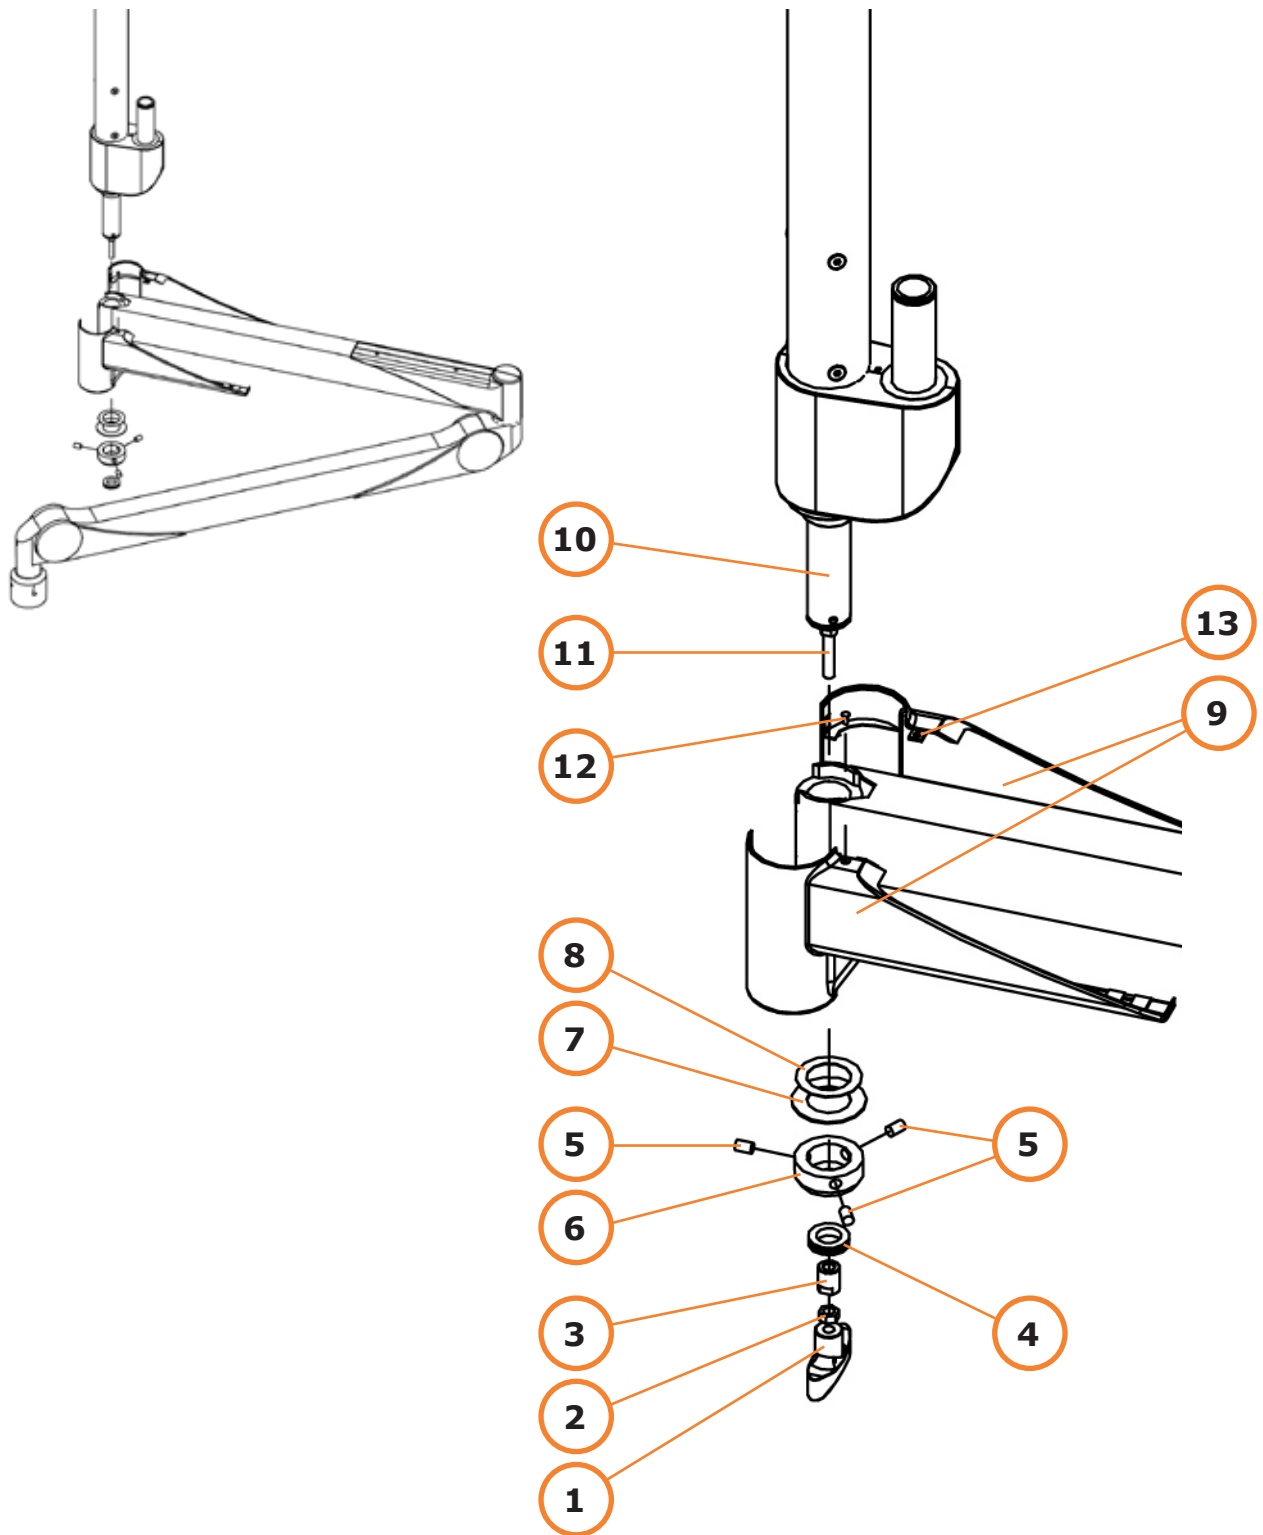

Abb. 22
| 1. | T-Haltegriff | (1/Abb. 22) | 3. | Fallsicherung | (3/Abb. 22) |
| 2. | Mutter | (2/Abb. 22) | 4. | Abdeckring | (4/Abb. 22) |
9.3.2 Entfernen Sie alle 3 Gewindestifte (5/Abb. 22), um vorsichtig den Sicherheitsring (6/Abb. 22) und beide Unterlegscheiben (7,8/Abb. 22) vom Montagestift zu entfernen (10/Abb. 22).
9.3.3 Entfernen Sie vorsichtig die Schutzkappe von der Aufnahme (10/Abb. 22).
9.3.4 Schieben Sie die Ausleger-/Federarm-Kombination auf die 360°-Aufnahme (10/Abb. 22).
9.3.5 Schieben Sie zunächst die Metall-Unterlegscheibe (8/Abb. 22) und dann die Kunststoff-Unterlegscheibe (7/Abb. 22) auf die 360°-Aufnahme.
9.3.6 Nutzen Sie Loctite® 270 bei den 3 Gewindestiften (5/Abb. 22) und befestigen Sie den Sicherungsring (6/Abb. 22) an der 360°-Aufnahme. Ziehen Sie sie mit einem Drehmoment von 20 Nm fest.
9.3.7 Schrauben Sie zuerst die Fallsicherung (3/Abb. 22) und dann die Sechskant-Mutter (2/Abb. 22) auf der Gewindestange fest.
9.3.8 Schieben Sie den Abdeckring (4/Abb. 22) auf den Gewindestift (11/Abb. 22).
9.3.9 Bringen Sie Loctite® 243 am T-Haltegriff an (1/Abb. 22) und kontern Sie ihn mit der Mutter (2/Abb. 22) an der Gewindestange fest (11/Abb. 22).
9.3.10 Nehmen Sie die Armabdeckung (9/Abb. 22) aus dem Versandkarton des Deckenstativs. Verwenden Sie diese anstelle der mit dem Portegra2-Ausleger-/Trägerarm gelieferten Armabdeckung.
9.3.11 Stecken Sie die Blechmutter (13/Abb. 22) auf das Bohrloch der Armabdeckung. Bringen Sie die beiden Hälften der Abdeckung (9/Abb. 22) am Arm an und stellen Sie dabei sicher, dass der Abdeckring (4/Abb. 22) in die Bohrung auf der Unterseite der Abdeckungen passt. Setzen Sie sie vorsichtig zusammen und lassen Sie die Klammern in die Kerben einrasten.
9.3.12 Setzen Sie die Montageschraube (12/Abb. 22) in das Gewinde ein und ziehen Sie sie fest.